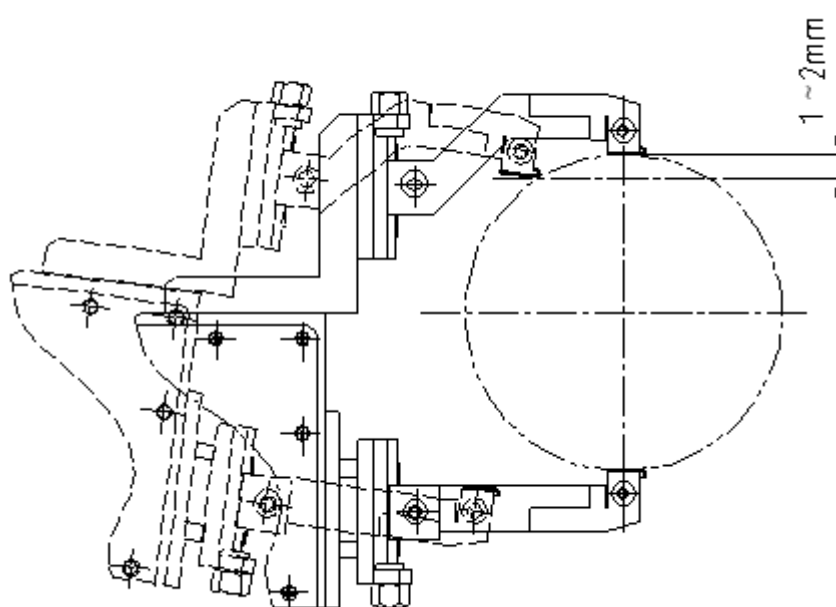

图 2
5.4.1 按图 2 所示，调整上测杆的微调螺钉，使测子与标准件接触，注意此时测子与标准件接触点最好在离最高点弦高约 1~2mm 处，把上测杆的锁紧螺钉锁紧。
按图 2 所示，点击  按钮，系统进入调整窗口，界面显示 G1, 调整下测杆的微调螺钉，轻微锁紧测杆(注意不要用力过大，下面还要调整)，继续调整微调螺钉，观察控制仪的显示值，使其显示为“0”（或者在 $\pm 30 \mu$ 以内），然后把下测杆锁紧，锁紧后控制仪的示值可能要发生轻微变化，如有变化，重复此过程使锁紧燕尾后显示值或者在 $\pm 30 \mu$ 以内。此时，按  按钮，显示值变为 0，测头补偿值进入清零值，调整结束。按  按钮，进入